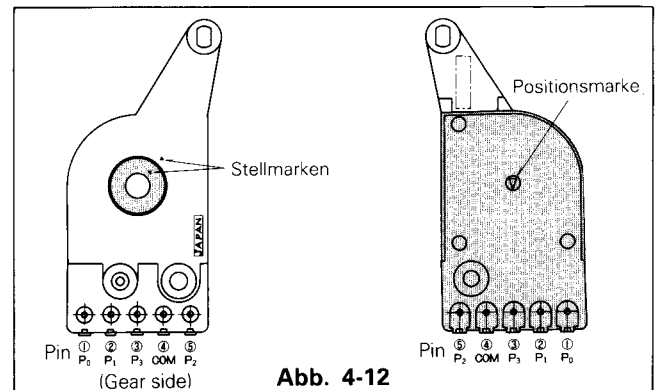

Abb. 4-12
1. Bringen Sie die Maske auf dem Zahnrad und die Maske der Schaltereinheit zusammen. Siehe Abb. 4-12